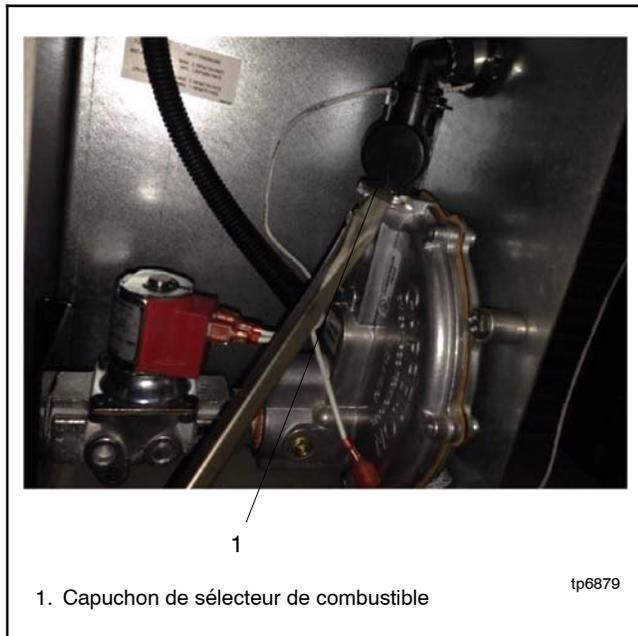

Figure 1-12 Enlèvement du capuchon
- Retirer le capuchon de la vanne de sélection de combustible. Voir Figure 1-12. Insérer un tournevis à tête plate sous le rebord du capuchon et le dégager. Garder le capuchon à portée de main car il est nécessaire changer de combustible à l'étape suivante.